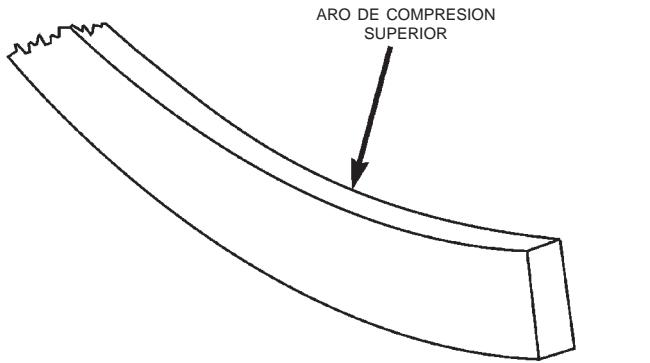

Fig. 8 Identificación del aro de compresión superior
(5) Los aros de control de aceite son simétricos, y pueden instalarse con cualquiera de sus lados hacia arriba. No se necesitan herramientas para instalar los aros inferior y superior. En primer lugar inserte el aro expulsor y luego los aros laterales.
(6) Los dos aros de compresión son diferentes y no pueden intercambiarse. El aro de compresión superior puede identificarse porque cuenta con un revestimiento brillante en la superficie de sellado exterior y puede instalarse con cualquiera de sus lados hacia arriba (Fig. 8).